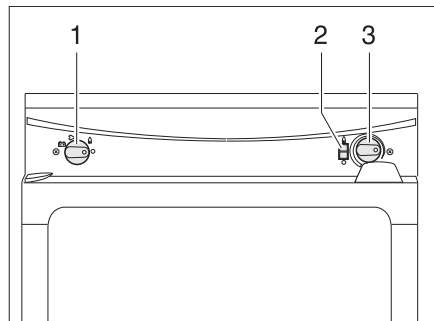

Bild 134 Bedienelemente für den Kühlschrank (Thetford ohne SES)
- Energie-Wahlschalter (Bild 134,1) auf Gas "🔥" stellen.
- Drehregler (Bild 134,3) drücken und gedrückt halten. Die Gaszufuhr ist geöffnet. Der Zündvorgang erfolgt automatisch. Ein tickendes Geräusch ist hörbar, bis Zündvorgang erfolgreich abgeschlossen ist.
- Drehregler (Bild 134,3) gedrückt halten, bis der Flammenanzeiger (Bild 134,2) grün wird, dann loslassen. Falls die Flamme erlischt, wiederholt das Zündgerät automatisch den Zündvorgang.
- Energie-Wahlschalter (Bild 134,1) auf "○" stellen. Der Kühlschrank ist abgeschaltet.
- Energie-Wahlschalter (Bild 134,1) auf 230-V-Betrieb "⚡" stellen.
- Kühltemperatur mit dem Drehregler (Bild 134,3) einstellen.
- Energie-Wahlschalter (Bild 134,1) auf 12-V-Betrieb "🔋" stellen.